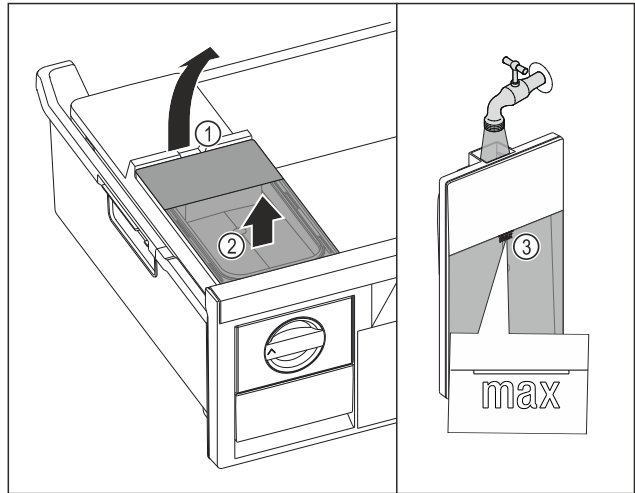

Fig. 100
- Nosta vesisäiliö lovesta Fig. 100 (1).
- Ota vesisäiliö ulos yläkautta Fig. 100 (2)
- Täytä vesisäiliö juomavedellä merkintään Fig. 100 (3) asti.